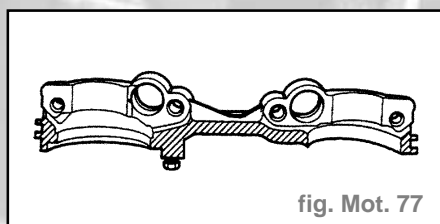

fig. Mot. 77
- Reposer les autres chapeaux de palier et les serrer également à **10 N.m**. (Faire attention aux douilles d'ajustage) (fig. Mot. 77).